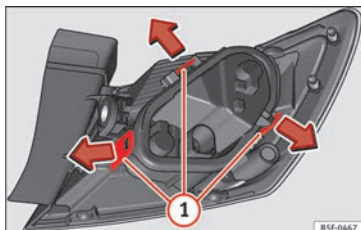

Fig. 219 Languettes de fixation au dos du feu arrière.
- Démontez la douille » **fig. 219** en dévissant les languettes de fixation (1).